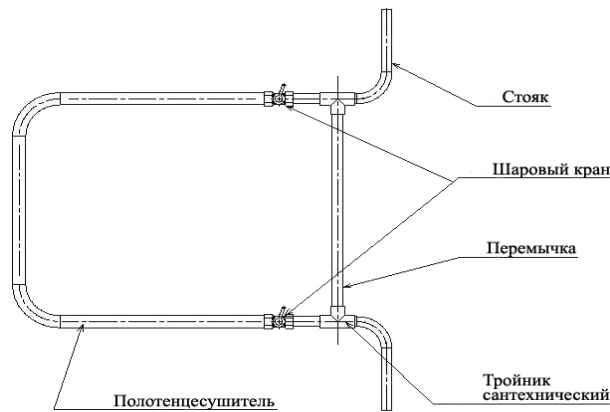

Рис.2 Шунтирующая обводка
4.3. При установке и подключении полотенцесушителя должны быть соблюдены все требования СНиП 2.04.01-85, СНиП 2.04.07-86\*, СП 731330.2102, СП 40.103.98, а также «Правил и норм технической эксплуатации жилищного фонда». В случае монтажа полотенцесушителя непосредственно к стояку, необходимо установить шунтирующую (обводную) перемычку (рис.2), диаметр которой должен быть на размер меньше диаметра стояка (например: стояк Ду 32мм, перемычка Ду 25мм).
5.7. По истечении срока службы полотенцесушителя или фитингов перекрыть шаровые краны (рис.2), вызвать специалиста организации, оказывающей жилищно-коммунальные услуги, и заменить изделие на новое.